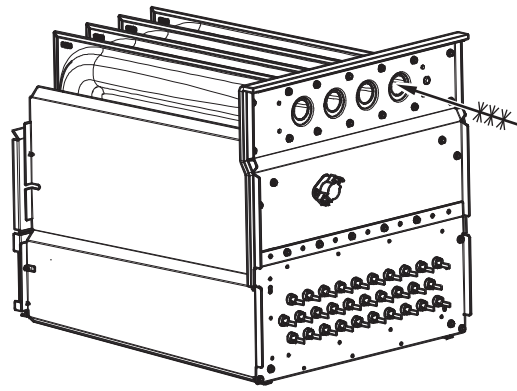

Figure 69 – Nettoyage de la cellule de l'échangeur thermique
7. Nettoyez les ouvertures de l'échangeur thermique à l'aide d'un aspirateur et d'une brosse douce. Consultez la figure 69.